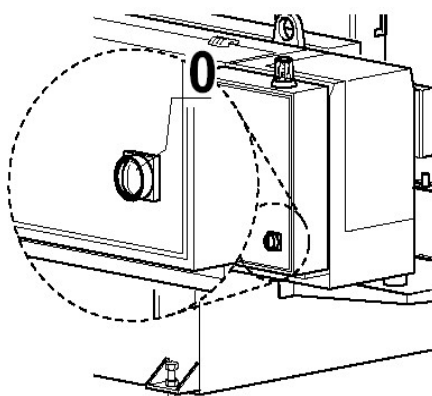

Fig. 21
2. Débrancher l'interrupteur général sur le tableau électrique derrière la machine (Fig. 21/1).